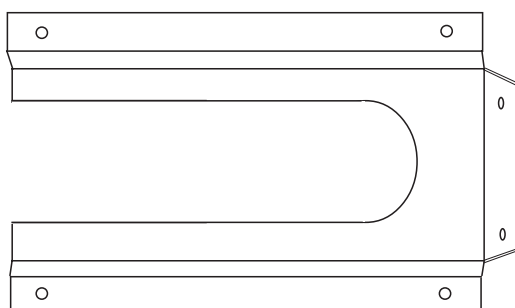
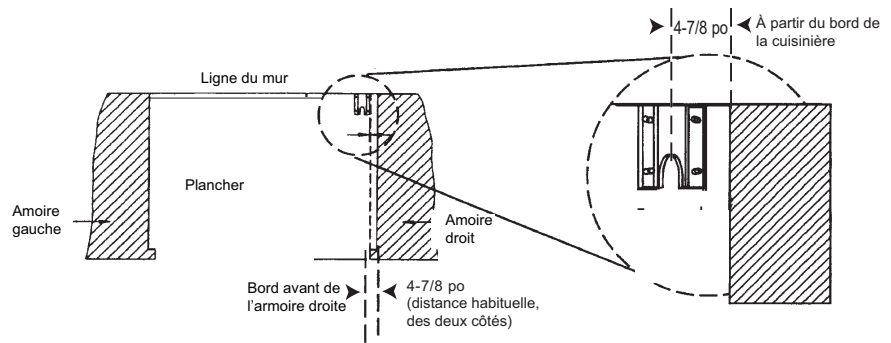

Figure 6 : Montage de la patte antibasculé
Figure 7 : Mise en place de la patte antibascule (vue du haut)
Pour toutes les cuisinières à combustion jumelée de 30 po et 36 po (Figure 6 et Figure 7)
1. Placez la patte sur l'emplacement comme indiqué à la Figure 7 (la patte peut être utilisée dans un des coins de l'installation).